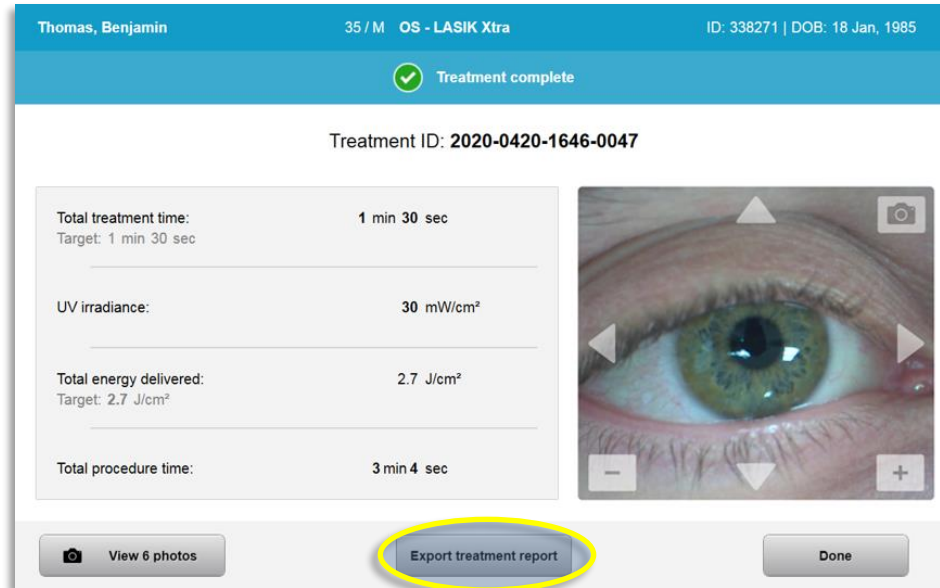

Figure 3-39. Exportation du Rapport de traitement
- Sélectionnez « Export treatment report » (Exporter le rapport de traitement) comme illustré à la figure 3-39 pour enregistrer le rapport sur un disque USB.